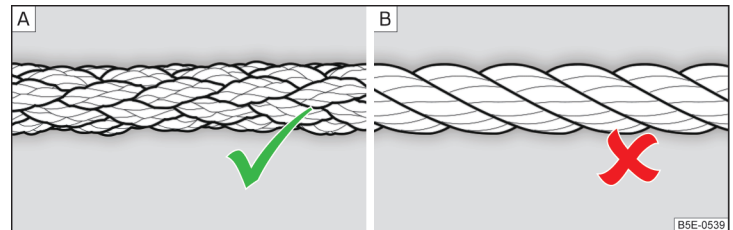

Abb. 252 Geflochtenes Abschleppseil / Gewundenes Abschleppseil
Zum Abschleppen mittels eines Abschleppseils nur ein geflochtenes Kunstfaserseil » Abb. 252 - A verwenden » I.
- Zum Abschleppen ist kein gewundenes Abschleppseil zu verwenden » Abb. 252 - B, die Abschleppöse könnte sich am Fahrzeug herausdrehen - es besteht Unfallgefahr.